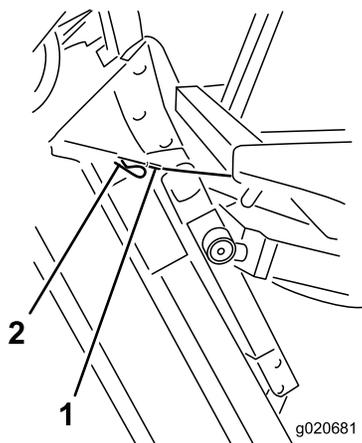

Рисунок 102
6. Удерживайте режущий блок в вертикальном положении, установите конец троса на штифт подъемного рычага режущего блока и зафиксируйте его шплинтом (Рисунок 102).